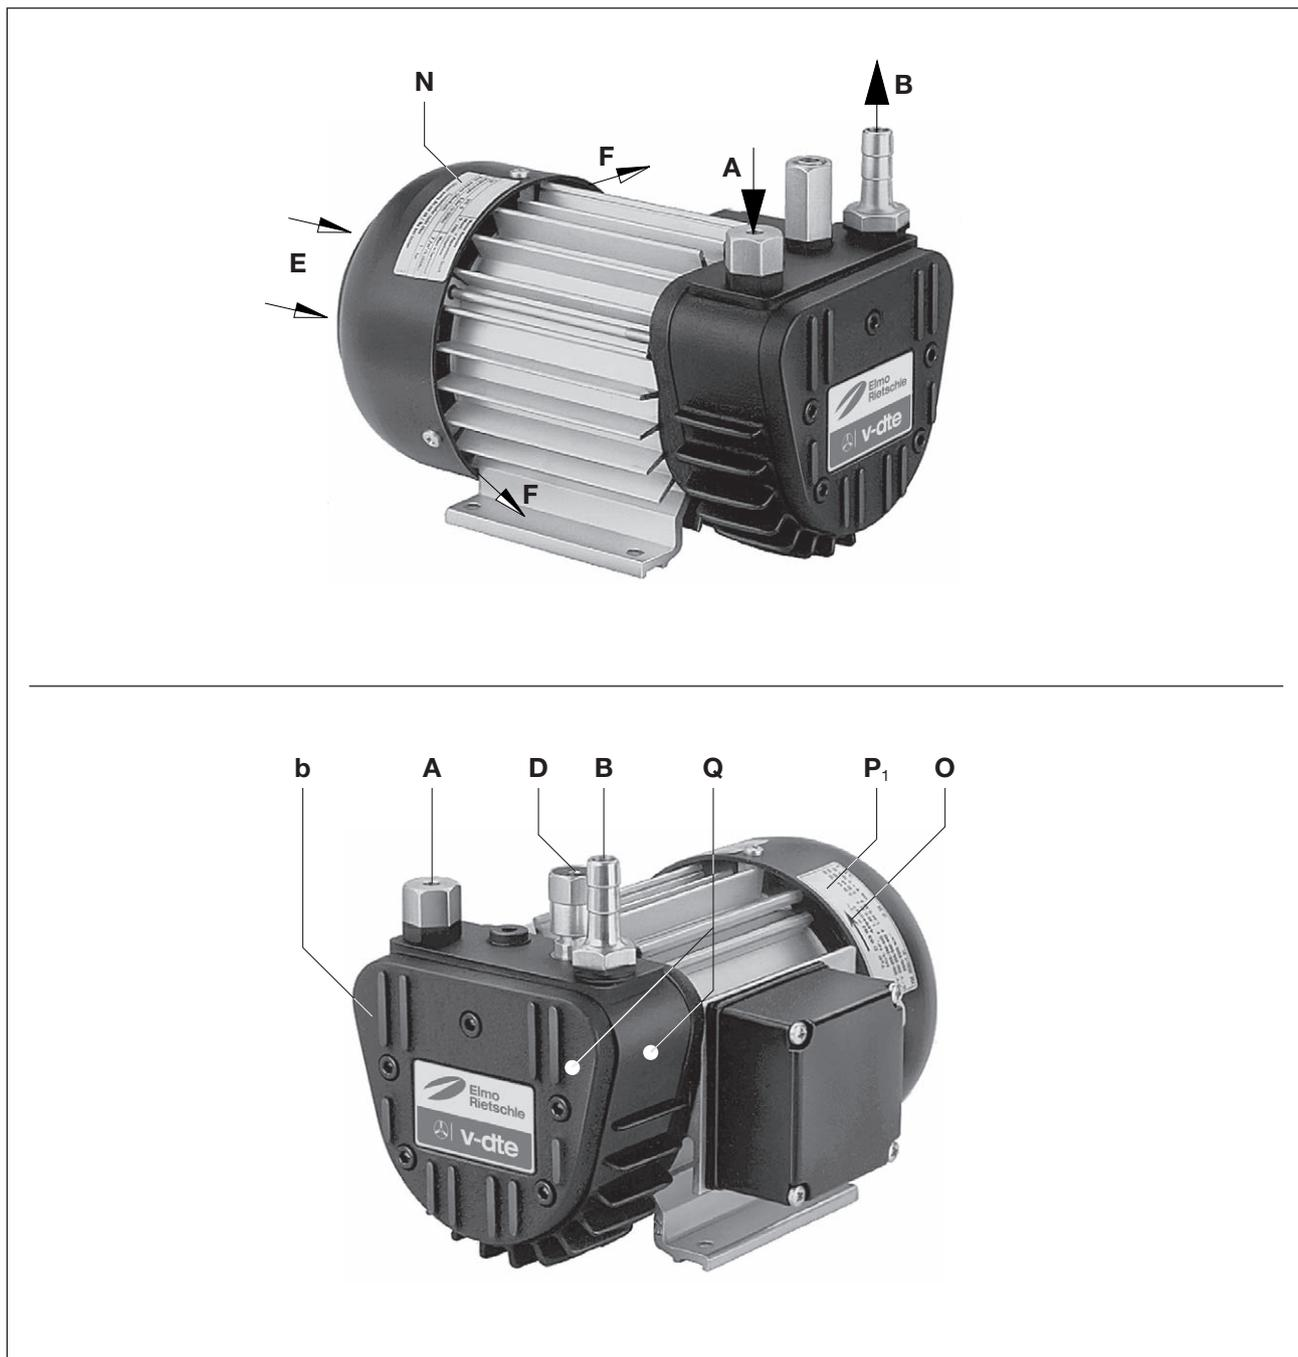

Abb. 1 Verdichter V-DTE
Ein Druck-Begrenzungsventil (Abb. 1/D) ist serienmäßig eingebaut.
Zum Demontieren des Gehäusedeckels (Abb. 1/b) müssen für Wartungsarbeiten mindestens 20 cm Platz vorhanden sein. Zusätzlich ist zu beachten, dass die Kühlluft eintritte (Abb. 1/E) und Kühlluftaustritte (Abb. 1/F) mindestens 8 cm Abstand zur nächsten Wand haben (austretende Kühlluft darf nicht wieder angesaugt werden).
a) Druckanschluss bei (Abb. 1/B).
- a) Die elektrischen Motordaten sind auf dem Datenschild (Abb. 1/N) bzw. dem Motordatenschild (Abb. 1/P₁) angegeben. Die Motoren entsprechen DIN EN 60034 und sind in Schutzart IP 54 und Isolationsklasse F ausgeführt. Das entsprechende Anschlusschema befindet sich im Klemmenkasten des Motors (entfällt bei Ausführung mit Stecker-Anschluss). Die Motordaten sind mit den Daten des vorhandenen Stromnetzes zu vergleichen (Stromart, Spannung, Netzfrequenz, zulässige Stromstärke).
Im betriebswarmen Zustand können die Oberflächentemperaturen an den Bauteilen (Abb. 1/Q) über 70°C ansteigen.
- ▷ Die vorgesehene Drehrichtung der Antriebswelle ist durch den Drehrichtungspfeil (Abb. 1/O) gekennzeichnet.